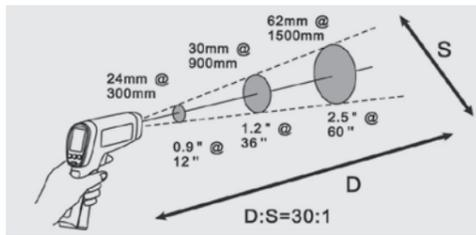

Figura 6. Distância e Tamanho do Ponto
À medida que a distância (D) sendo medida a partir do alvo aumenta, o tamanho do ponto (S) da área medida pela unidade aumenta. O tamanho do ponto indica 90% de energia confinada. A D:S máxima é obtida quando o Termômetro estiver a 600 mm (60 pol.) do alvo, resultando em um tamanho de ponto de 20 mm (2 pol.). Veja a Figura 6.